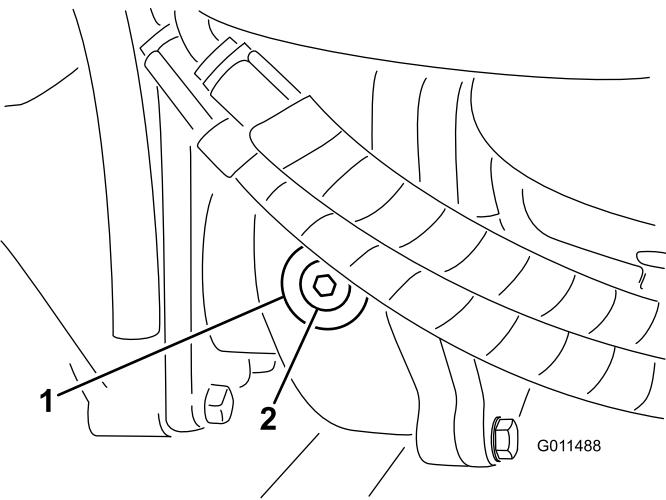

Bild 106
2. Entfernen Sie die Prüf-/Füllschraube an der linken Getriebeseite und stellen sicher, dass das Öl die Unterseite des Lochs erreicht (Bild 106).